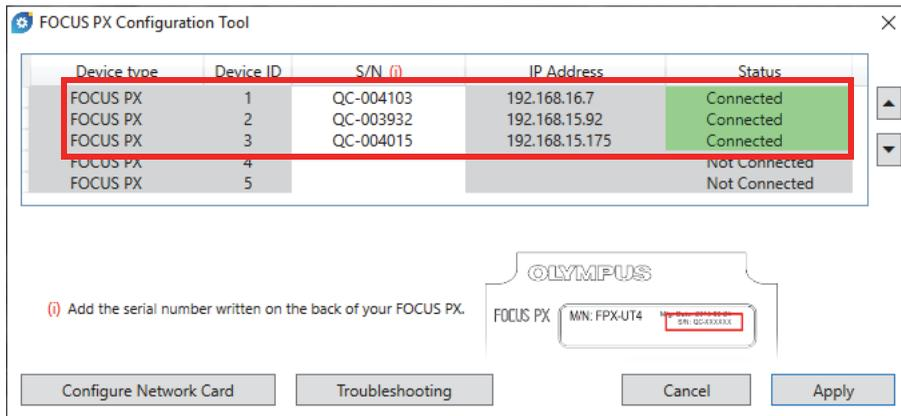

Figura 1-20 FOCUS PX Configuration Tool (3 dispositivos)
6. Se você usar mais de uma unidade FOCUS PX, repita a etapa de inserção do número de série na próxima entrada (Figura 1-20 na página 40). Certifique-se de que a ordem das unidades é a mesma da conexão de sincronização (consulte “Conectar um FOCUS PX a um computador e definir os parâmetros de conexão” na página 25).